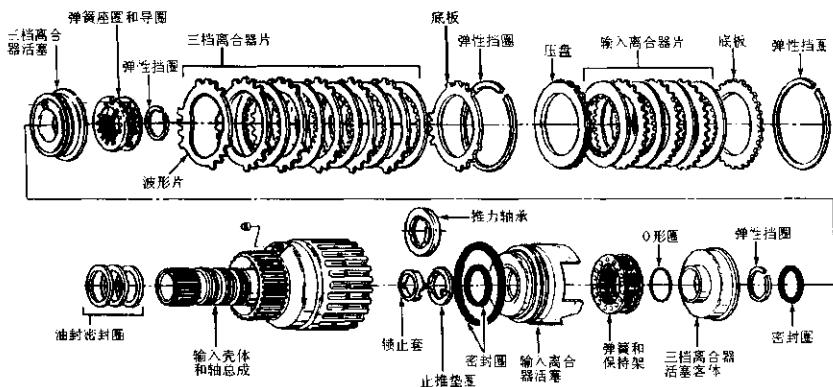

图 2-20 输入离合器和三档离合器总成分解图
① 拆下输入轴止推垫圈和输入离合器挡片卡环。拆下输入离合器挡片。拆下输入离合器钢片和复合材料片。拆下输入离合器接合片。
② 拆下三档离合器挡片卡环和挡片。拆下三档离合器钢片和复合材料片（图2-20）。拆下三档离合器楔块卡环。使用离合器弹簧压紧装置（J-23327）和适配器（J-25018-A）压缩并拆下弹簧座圈。
③ 从壳体上拆下三档离合器活塞。从轴上拆下三档离合器活塞内密封圈。压缩活塞壳体，拆下卡环。拆下O形圈。拆下弹簧和弹簧座总成；拆下输入离合器活塞和内密封圈。
① 使用自动变速器油润滑输入离合器活塞内密封圈，并使用密封圈保护器（J-37361）安装密封圈。将输入活塞装入输入壳体内。将O形圈装到输入轴上。
② 在活塞内安装弹簧座和弹簧导圈（图2-20）。在输入壳体内安装三档离合器输入壳体。使用弹簧压